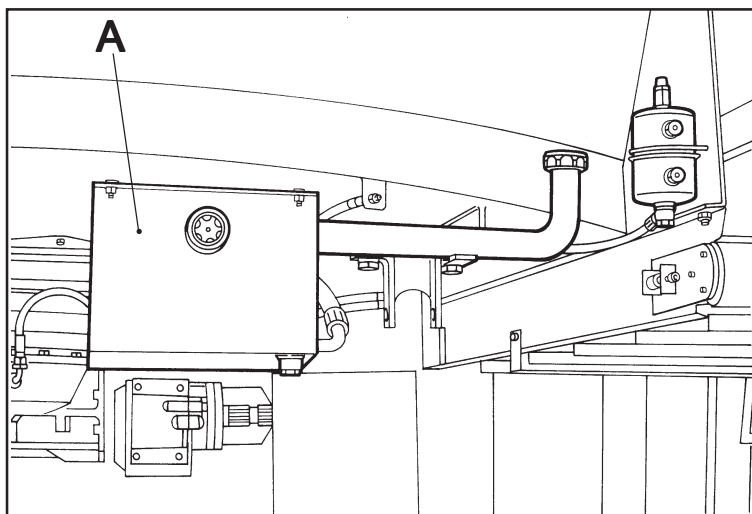

FIG. 6
- Contrôler le niveau de l'huile hydraulique dans le réservoir **(A - Fig. 6)**.
- Het niveau van de hydraulische olie in de tank **(A) (Fig. 6)** controleren.